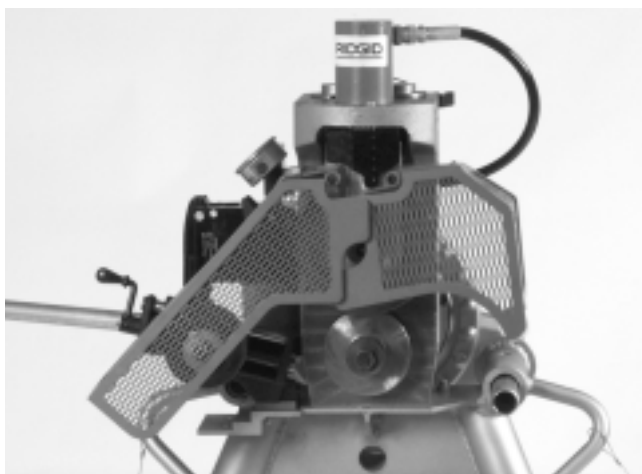

Figure 13 – Carters en position ouverte
1. Avant de positionner le tuyau entre les galets, vérifiez que le galet de rainurage est complètement retiré en tournant le levier de verrouillage de la pompe à gauche. Les carters devraient alors se trouver en position ouverte comme indiqué à la *Figure 13*.